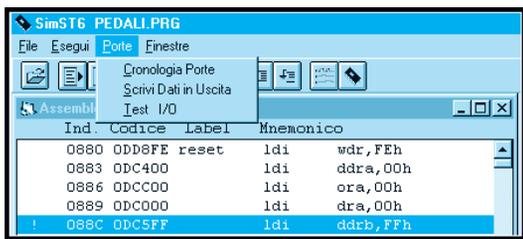
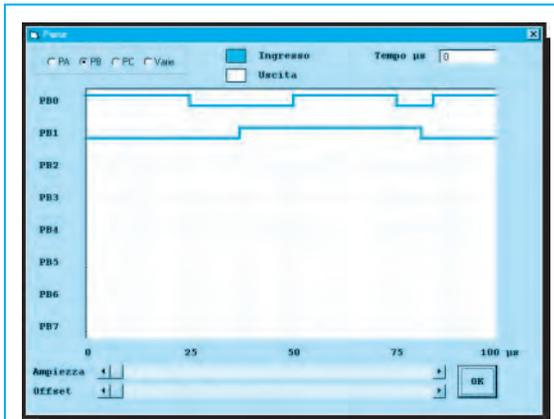
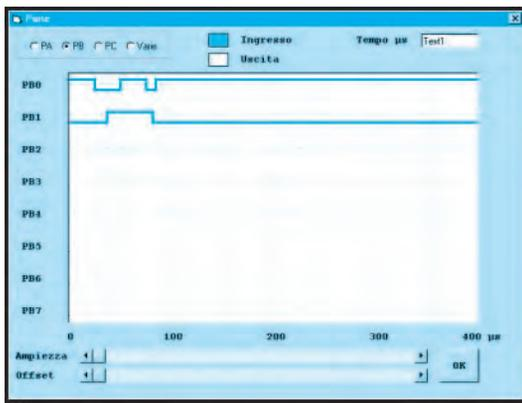

Fig.6 Cliccando Porte appariranno le tre funzioni che potrete eseguire.
Fig.9 Esempio grafico della funzione Cronologia Porte che permette di vedere i livelli logici presenti sui piedini del micro.
Fig.14 Modificando la base dei tempi da 12,5 msec. (vedi fig.9) a 50 msec potrete aumentare il campo di visualizzazione.
Fig.6 Con questo esempio dei vassoi contenenti 64 pedine vogliamo spiegarvi perché è necessario collocare la stringa .ASCII all'inizio del blocco successivo in cui terminano le "istruzioni" del programma. Poiché il micro per poter utilizzare la stringa di "dati" nel Program Space la deve prelevare da uno dei vassoi e caricare nel primo vassoio in alto della Data Rom Window, occorre che il primo byte di questa stringa (quadrattini azzurri) inizi da un blocco da 64 bytes. L'istruzione ".block" serve proprio per posizionare questa stringa nel "vassoio" successivo da 64 byte. Come vedesi nella seconda e terza colonna verticale dove non si è usato il ".block", se trasferiamo il vassoio C o D nella Data Rom Window la stringa dei dati risulterà incompleta, mentre usando il ".block" (vedi ultima colonna di destra) riusciremo a portare nel vassoio della Data Rom Window la stringa completa dei "dati" presenti nel vassoio D.
Anche l'area di memoria definita **Data Rom Window** riservata per poter utilizzare i **dati** contenuti nelle **tabelle** è in grado di contenere un massimo di **64 pedine** (vedi fig.6).
Se abbiamo un programma composto da **163 pedine** riusciremo a riempire completamente i primi due vassoi **A-B** e per **metà** il terzo vassoio **C** (vedi fig.6) fino ad arrivare alla casella **35**.
Avendo in questo modo collocato tutta la stringa nel blocco **D**, quando la trasferiremo nella **Data Rom Window** (vedi fig.6) il **1° byte** della stringa coinciderà con il **1° byte** della **Data Rom Window**.
**Importante** = Come vi abbiamo spiegato, il **.block** permette di spostare tutta la stringa dei **dati** nel vassoio **D** (vedi fig.6). Uno dei vantaggi che offre il **.block** è quello di non doverci più preoccupare se nel vassoio **C** aggiungiamo o togliamo delle **righe** di istruzione, perchè il **compilatore** provvederà automaticamente a calcolare l'area necessaria per fare saltare tutto il blocco dei dati nel vassoio **D**.
Cliccando ora sulla funzione **Cronologia Porte** (vedi fig.6) è sottointeso che la prima volta la finestra di fig.9 apparirà completamente **vuota**.
In fig.9 abbiamo riportato un **esempio grafico** della funzione **Cronologia Porte**.
Se, a questo punto, volete inserire nel programma di prova i dati visibili in fig.9, dovete innanzitutto cliccare sulla barra di scorrimento orizzontale posta in basso (vedi scritta **Ampiezza**) e selezionare una base dei tempi di **12,5 msec**.
In fig.14 sono riportati gli stessi stati logici di fig.9 ma con una **base tempi** di **50 msec**.
Ammesso di voler simulare una tensione di **3 volt** dopo **125 microsecondi**, dovrete cliccare sulla funzione **Cronologia Porte** visibile in fig.6 e, in questo modo, apparirà la finestra di fig.9; a questo punto dovrete cliccare nel cerchietto **PA**.
Portando il cursore sul menu **Porte** e cliccando Enter apparirà la finestra di fig.6 e ovviamente qui dovrete selezionare la riga con la scritta:
Per **vedere graficamente** sul monitor quanto avete memorizzato in modo da verificare istante per istante come cambiano i livelli logici o analogici sui piedini delle **porte** e controllare così se le routine eseguono le funzioni da voi richieste, dovrete andare alla maschera di fig.6 e selezionare la riga **Cronologia porte**.